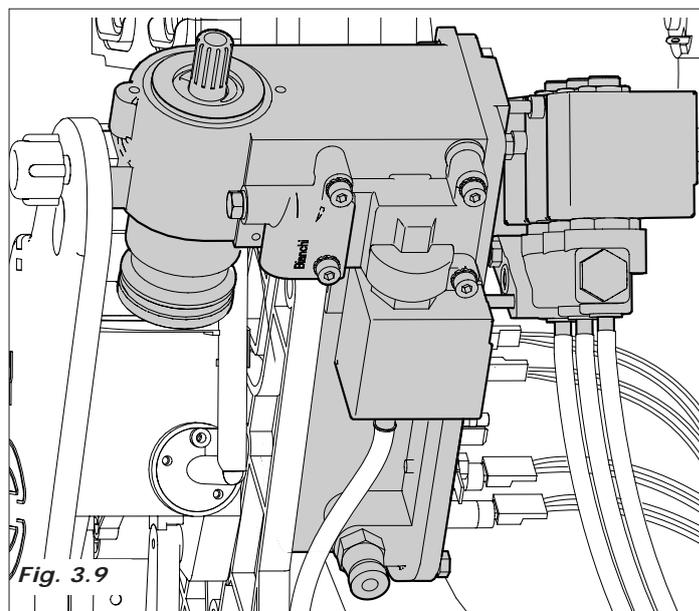
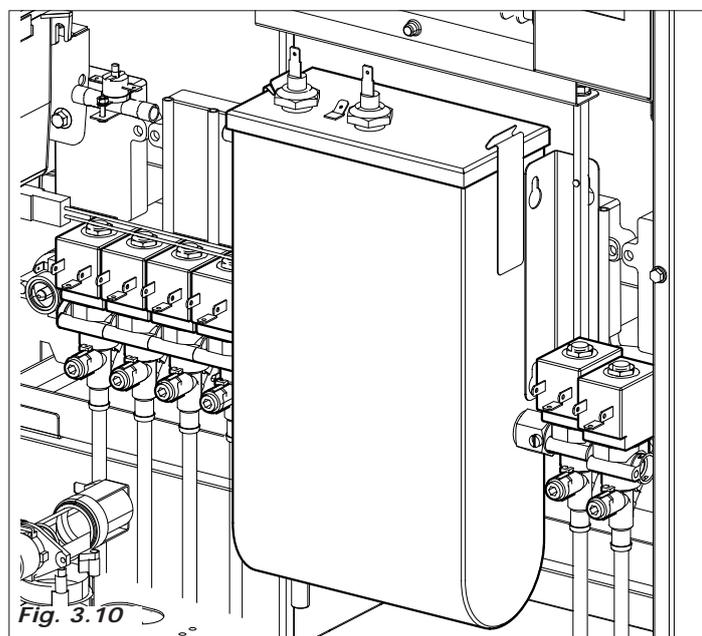

Fig. 3.9
Fig. 3.10
- a eletroválvula fixada sobre o tanque café (Fig.3.9) e na caldeira dos solúveis (Fig.3.10) ativa-se para introduzir no misturador a quantidade de água selecionada; ativa-se a bomba que distribue a quantidade de água selecionada, e controlada pelo aposito dispositivo eletrônico (contador volumetrico), puxando no tanque café (Fig. 3.14).